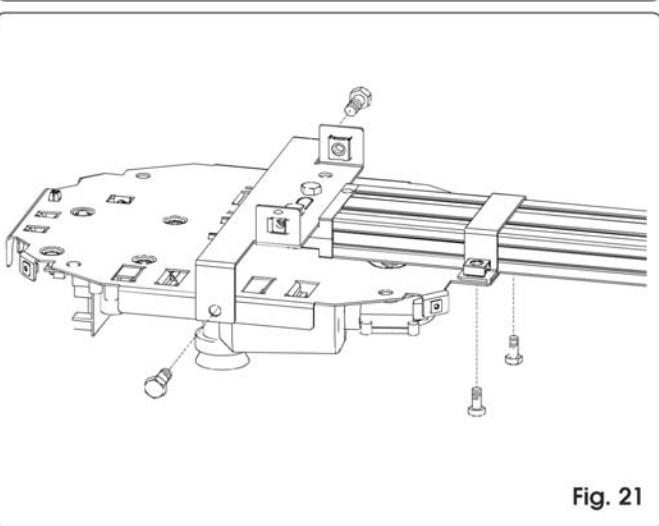

Fig. 21
- 4) Fixer l'opérateur au rail (fig. 21).